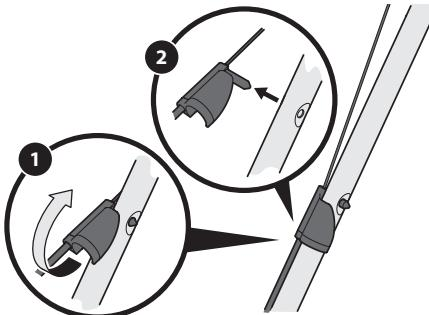

Figure 30
- Faites tourner le raccord du câble d'entraînement situé sur la poignée supérieure gauche vers le haut (Figure 30).